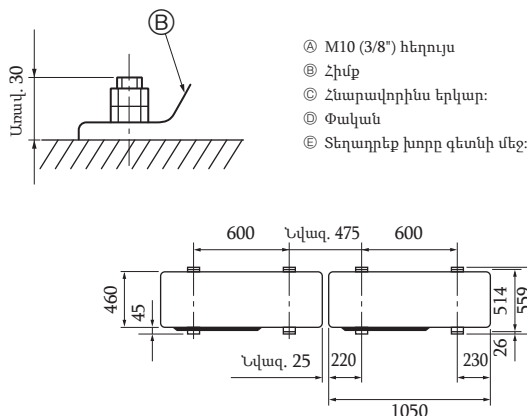

Fig. 3-1
- Բլոկը պարտադիր տեղադրեք ամուր, հարթ մակերևույթի վրա՝ շահագործման ժամանակ դողացող ալմուկից խուսափելու համար: (Fig. 3-1)